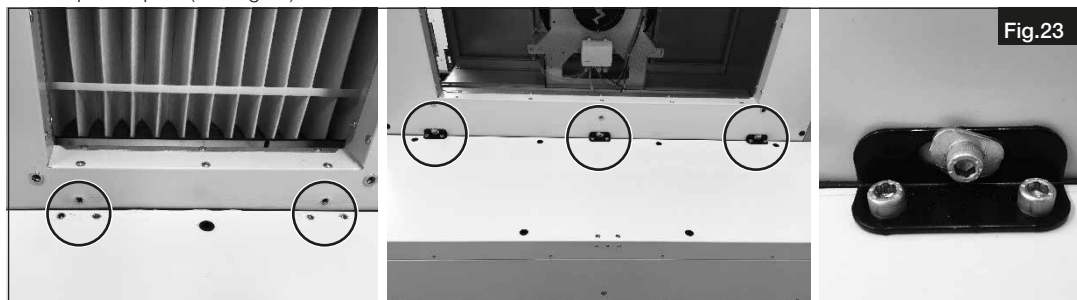

Fig.23
6. Monter les équerres de montage sur la batterie de chauffe. Relier la centrale AIR1 à la batterie de chauffe comme indiqué ci-après (voir Fig.23).